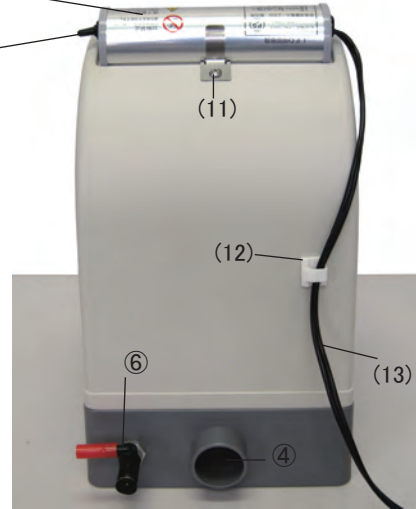

図2
- (1) 本体後方の吸塵口(図2の④)に付属の吸塵ホースの細径カフスを差し込みます。
- (2) 太径カフスを吸塵機又は吸塵設備(シャッター等)に接続してください。